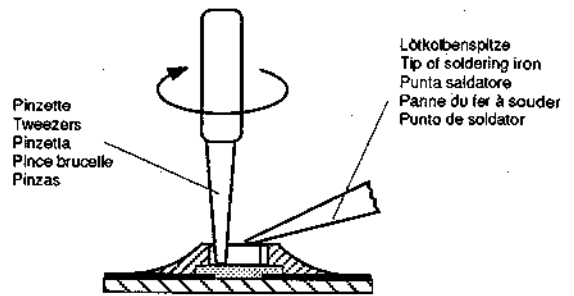

Fig. 2
2. Schritt: CHIP-Enden, bzw. das komplette CHIP-Bauteil erwärmen. CHIP von der Klebung ohne Kraftaufwand abdrehen, damit unter dem CHIP liegende Leiterbahnen nicht abgerissen werden (Fig. 2).
2. step: Warm up the ends of the CHIP or the whole CHIP component and remove the CHIP from the adhesive by turning it without application of force so that the tracks beneath the CHIP do not break (Fig. 2).
2. Riscaldare le superfici di contatto del CHIP risp. te tutto il CHIP e staccarlo con cautela. Attenzione a non esercitare forza per non danneggiare le piste sottostanti (Fig. 2).
2. Chauffer légèrement les contacts externes du composant CMS ou le composant lui-même. Retirer ce dernier avec précaution en le tournant afin d'éviter un arrachement des circuits imprimés situés sous le composant (Fig. 2).
- Segundo paso: Calentar los extremos o todo el CHIP y girarlo con las pinzas. No hacer fuerza para que la placa de circuito impreso no resulte dañada. Cuidar de que las pistas situadas debajo del CHIP no se suelten de la placa, ya que éstas también están pegadas (Fig. 2).